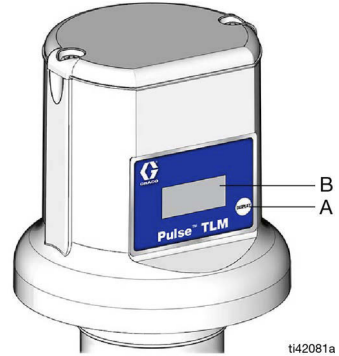

FIG. 2
2. Mantenere premuto il pulsante del Display (A), finché sul display (B) non compare REGISTER (FIG. 2). Questa operazione può richiedere fino a 20 secondi.